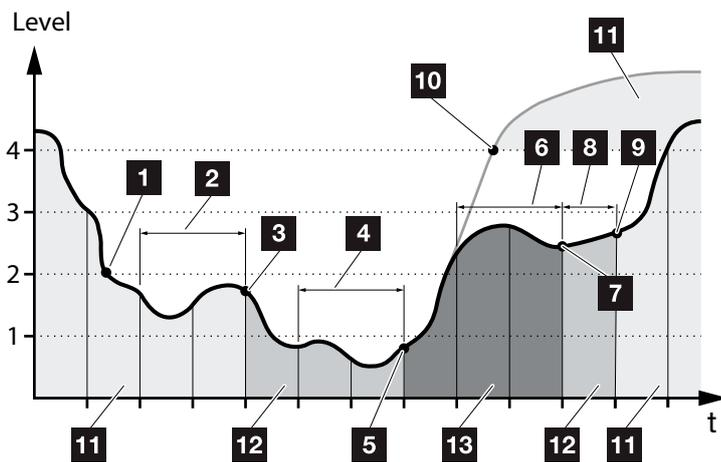

Fig. 55: Modo automático
Al contrario que en el modo "automático", aquí la batería se desconecta en cuanto la energía fotovoltaica cae durante dos días consecutivos por debajo del límite del nivel 1  **Fig. 55, pos. 5.**